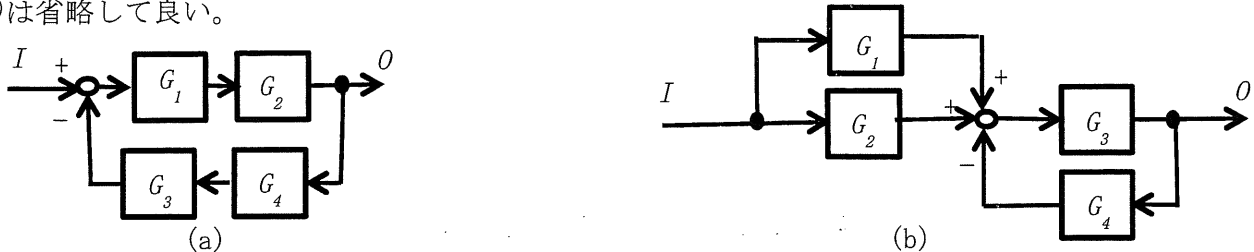

図1 ブロック線図
(1) 図1(a)と(b)に示すブロック線図(block diagram)において、 $I(s)$ と $O(s)$ はそれぞれ入力(input signal)と出力信号(output signal), $G_i(s)$ 等は各ブロックの伝達関数(transfer function)を表す。なお、図中で (s) は省略している。図1(a)と(b)それぞれの伝達関数 $G(s) = O(s)/I(s)$ を求めよ。ここで、 (s) は省略して良い。